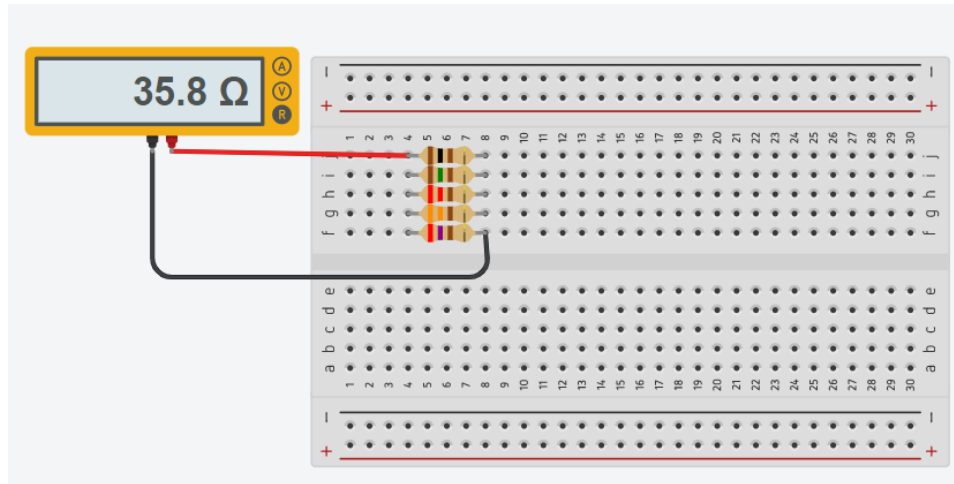

Figura 1.7. Circuito en paralelo.
1. Con la resistencia calculada procede a medir la resistencia equivalente con el multímetro en función de Óhmetro, similar a lo mostrado en la *figura 1.7*.